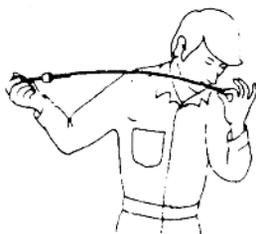

图 2-10
(3) 检查自动变速器液的沾污情况，就可以判断自动变速器的技术状态(见图 2-10)。如变速器液色泽很深或有烧焦的气味，说明摩擦部件(离合器、带箱等)可能需要更换。